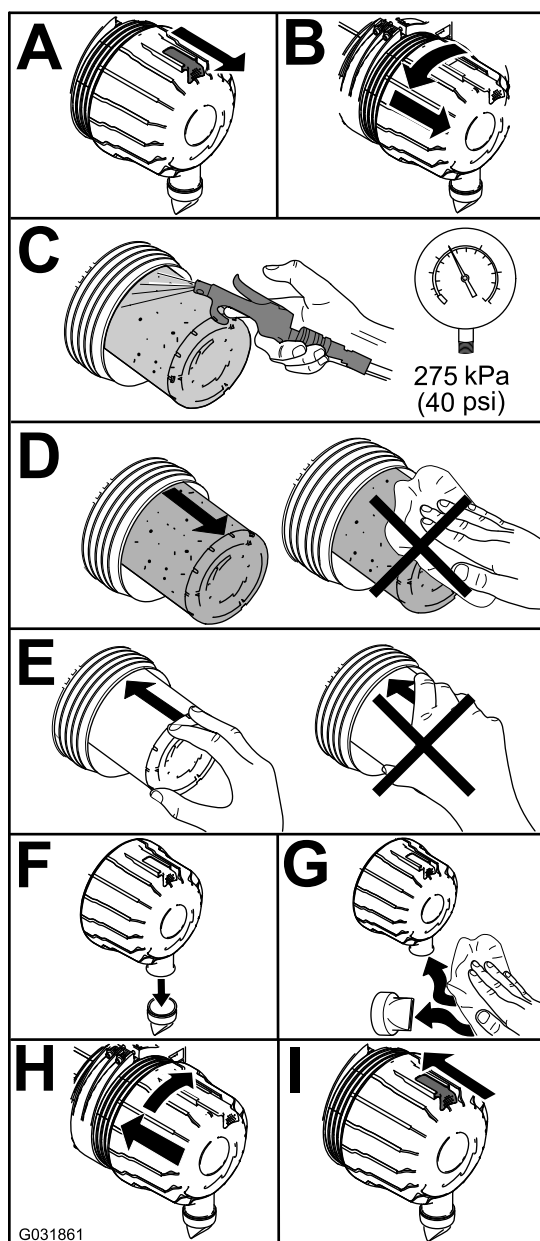

Figure 91
1. Remplacez le filtre à air (Figure 91).